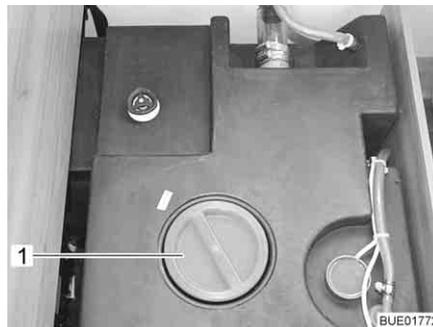

Bild 160 Reinigungsöffnung Wassertank
- Verschlussdeckel (Bild 160,1) des Wassertanks abnehmen.